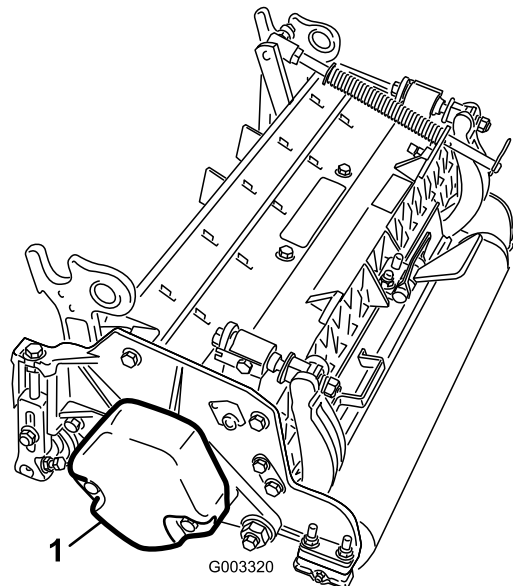

Bild 3
4. Stellen Sie sicher, dass der Gegenballast (Bild 3) am richtigen Ende der Schneideinheit montiert ist, siehe die *Bedienungsanleitung* der Schneideinheit.